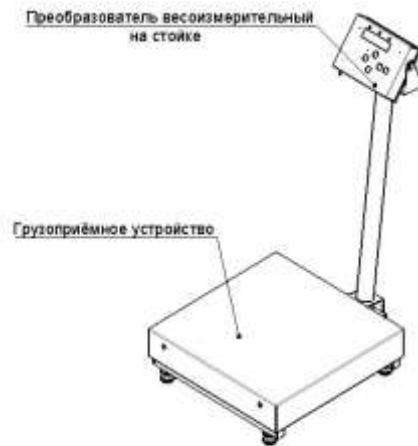

Рис.1
1.4.1. Конструктивно весы состоят из грузоприемного устройства (далее – ГПУ) и преобразователя, расположенного на стойке, прикрепленной к нижней раме ГПУ (рис.1).